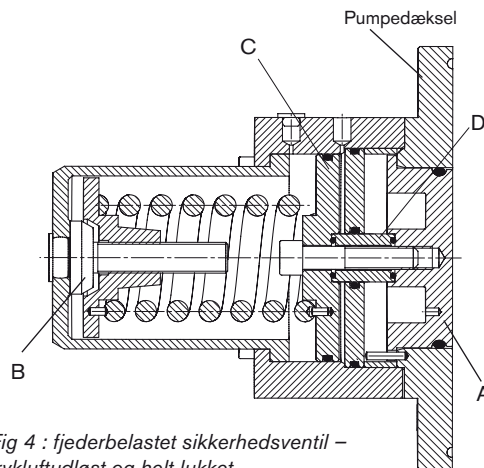

Fig 4 : fjederbelastet sikkerhedsventil – trykluftudløst og helt lukket
Fig. 4 og 5 viser den fjederbelastede - trykluftstyret sikkerhedsventils design. Ventilhovederne (A) er underlagt mediets tryk i rotorkassen på en side, og fjederkraften på den anden side. Fjederen indvirker ikke direkte på ventilhovedet (A) men via stempel (C) og mellemstykke-bøsning (D).
Fig. 4 viser en fuldstændigt lukket sikkerhedsventil. Ventilhovedet (A) er på linie med den forreste flade af pumpedækslet, CIP/SIP-ventilcylinderen er helt aflastet.